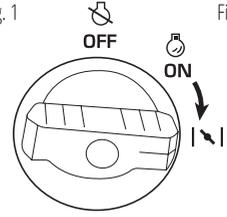

Fig. 2
4. Coloque el interruptor 3-en-1 en "Estrangulador de aire" (Fig. 2). En esta posición
6. Coloque el interruptor 3 en 1 en la posición "ON" (Fig. 2).
4. Coloque el interruptor 3-en-1 en "Estrangulador de aire" (Fig. 2).